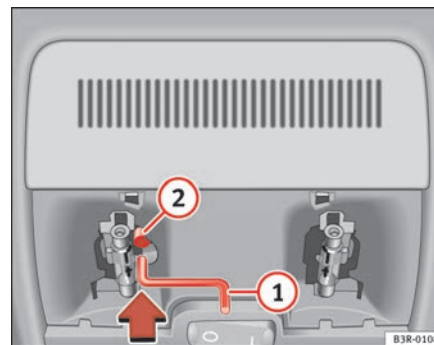

Fig. 84 Dettaglio del rivestimento del tetto: Manovella per l'azionamento di emergenza
- Inserire la manovella **(1)** fino in fondo nel foro esagonale **(2)** (⇒ **fig. 84**).